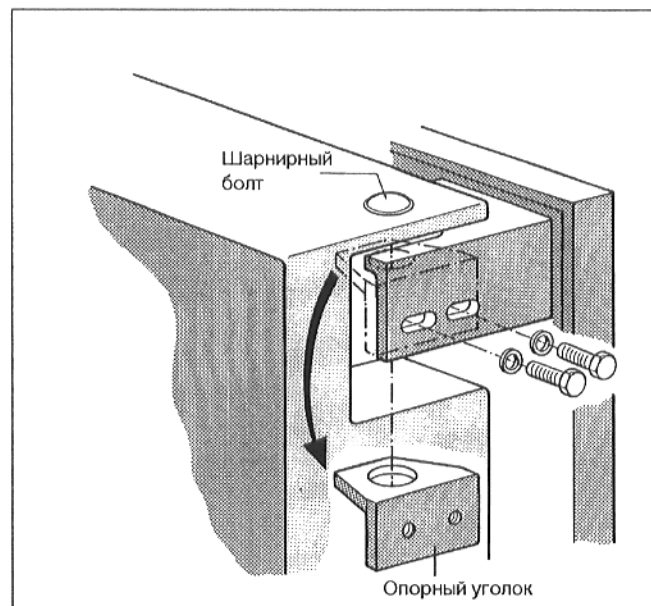

Рис. 6
- Вывернуть из каждого шарнира вверх и вниз по 2 винта с шестигранной головкой (Рис. 6).
- Вынуть опорные уголки изнутри по направлению вниз (Рис. 6).
- Ввести опорные уголки вверх и вниз на противоположной стороне отверстием в шарнирный болт и привинтить к несущему уголку двери, используя по 2 винта с шестигранной головкой (Рис. 6).